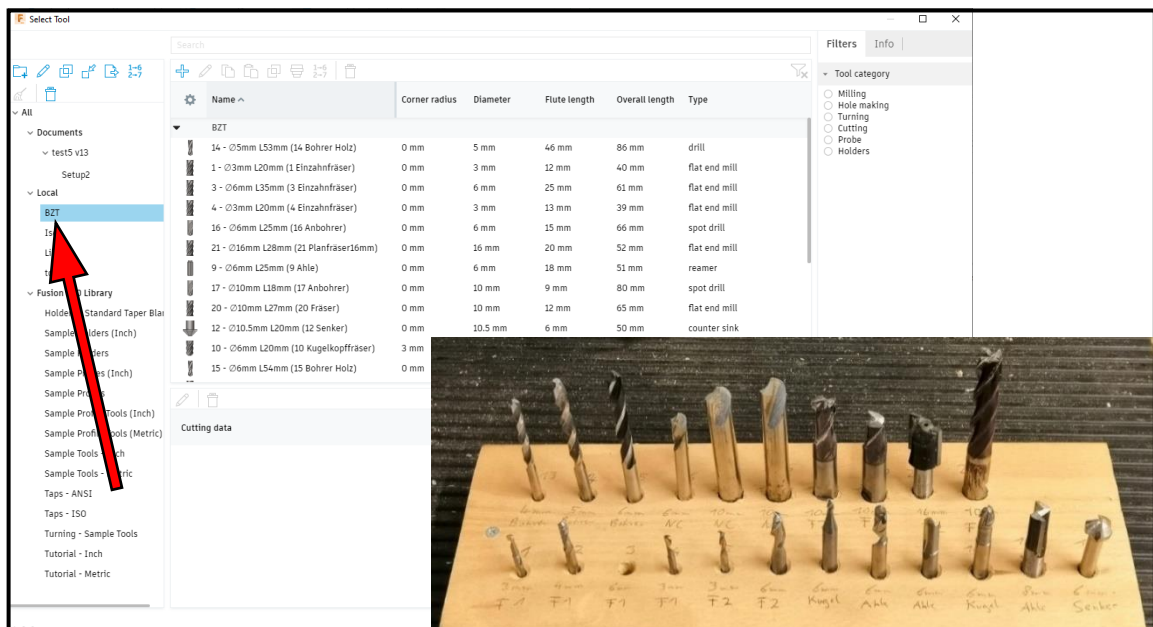

Abbildung 6: Vergleich BZT Datenbank vs real vorhandenen Werkzeuge
- **Auswählen** → neues Fenster öffnet sich. Dort von der BZT Bibliothek (Abbildung 6) gewünschtes Werkzeug aussuchen und mit den Werkzeugen vergleichen, die auch tatsächlich auf dem Schreibtisch stehen (Abbildung 6).